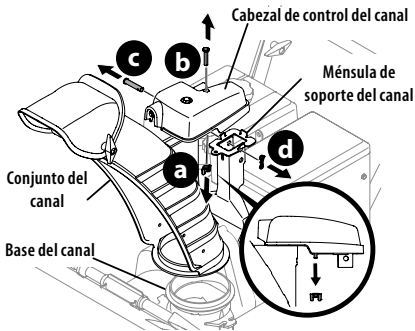

Figura 7
1. Retire la tuerca de mariposa (a) y el tornillo hexagonal (b) del cabezal de control del canal y el pasador de horquilla (c) y el pasador de chaveta (d) de la ménsula de soporte del canal. Ubique el conjunto del canal (mirando hacia adelante) sobre la base del canal y ménsula de soporte del canal (Figura 7).